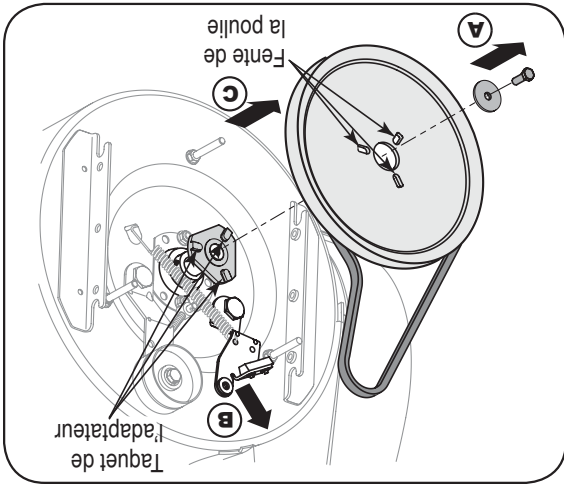

Figure 6-10
9. Bloquez la turbine avec une cale en bois pour empêcher de tourner et utilisez une clé de 1/2 po pour enlever la vis à tête hex. et la rondelle du milieu de la poulie sur l'habillage de la tarière. Voir la Figure 6-10.
12. Tournez la poulie selon le besoin pour aligner les trois fentes avec les taquets de l'adaptateur de la poulie, puis éloignez le support du frein de l'arbre d'admission. Poussez la poulie de la tarière à fond sur l'adaptateur tout en alignant les fentes de la poulie et les taquets de l'adaptateur. Voir la Figure 6-10.
**REMARQUE :** Si l'adaptateur de la poulie a été démonté en même temps que la poulie, alignez les cannelures de l'adaptateur de la poulie et l'arbre d'admission de la tarière et poussez la poulie et l'adaptateur sur l'arbre d'admission. Voir la Figure 6-10.